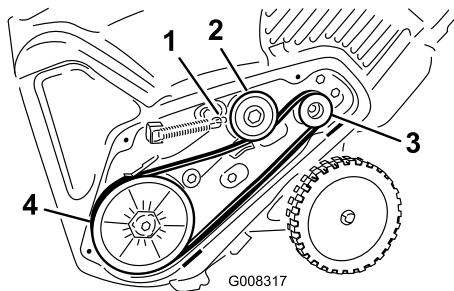

Figure 37
5. Montez et acheminez la nouvelle courroie comme indiqué à la Figure 37.
8. Raccrochez le ressort de frein au bras de la poulie de tension (Figure 37).